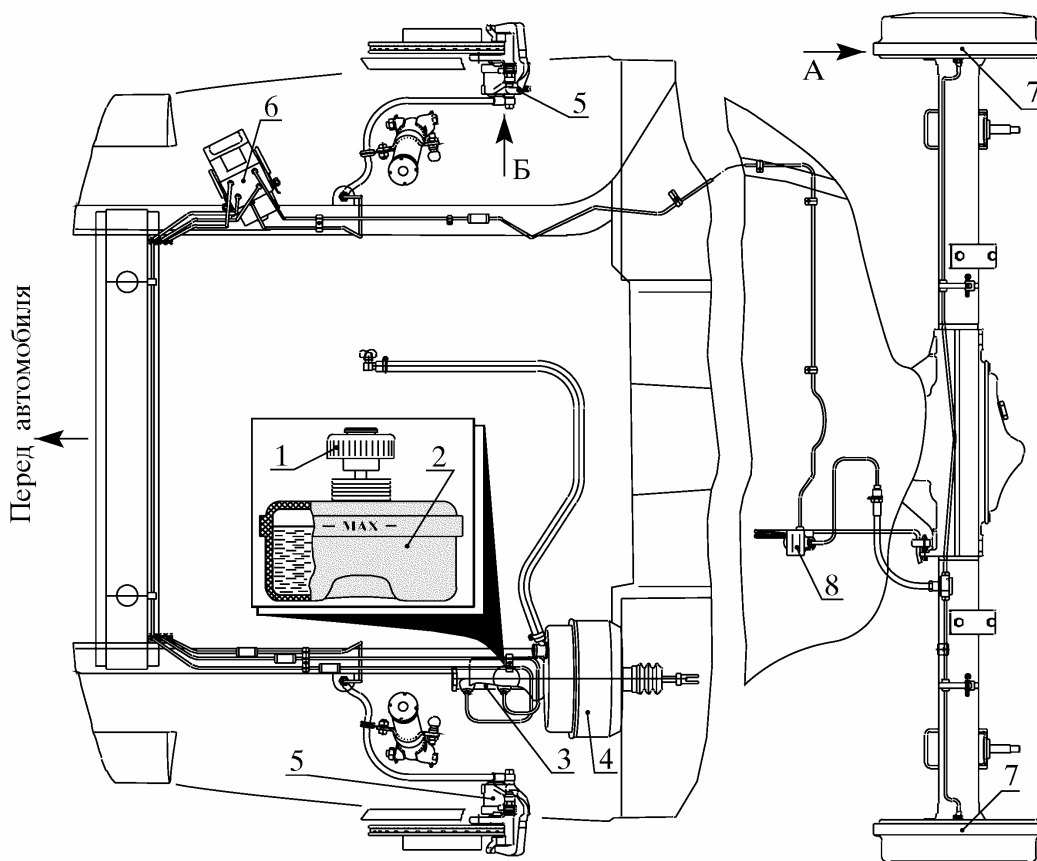

Рис. 16. Рабочая тормозная система автомобиля ГАЗ-3111:
7.1. Отвинтить и снять датчик 1 уровня тормозной жидкости (рис. 16) с бачка 2 главного тормозного цилиндра 3.